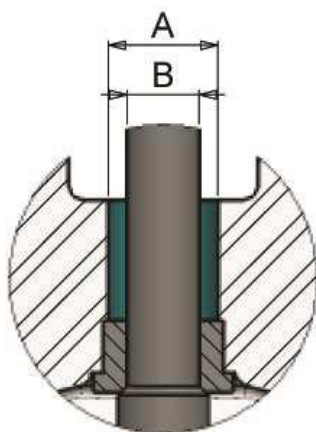

Figura 04
- Determinar a seção correta da gaxeta conforme figura 04.
- 1) Para determinar a seção da gaxeta: Medir o diâmetro da câmara da gaxeta (A) e o diâmetro da haste (B) conforme figura 04. Subtrair  $A - B$  e dividir por 2, o resultado é a seção da gaxeta.